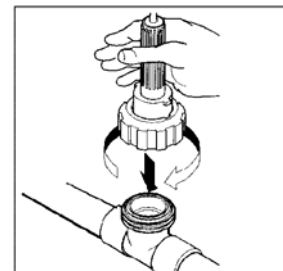

图 22
11. 倒掉高缓冲溶液。将传感器重新安装到流量装置中 (如图 22 所示)，关闭采样阀并打开隔离阀。重复按 **HOME (首页)** 键，返回 **MAIN MENU-DISPLAY DATA (主菜单-显示数据)**。最后按 ENTER (回车)，显示数据并进行校准。